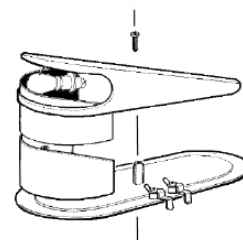

figura 17
- 5 - **Substitución de la lámpara de la tapa luminosa :** quitar el tornillo colocado en la parte superior de la tapa, extraer la parte inferior y substituir la lámpara (utilizar lámparas de 24-28 V 21W max). Volver a montar la tapa y cerrarla con su tornillo (ver figura 17).